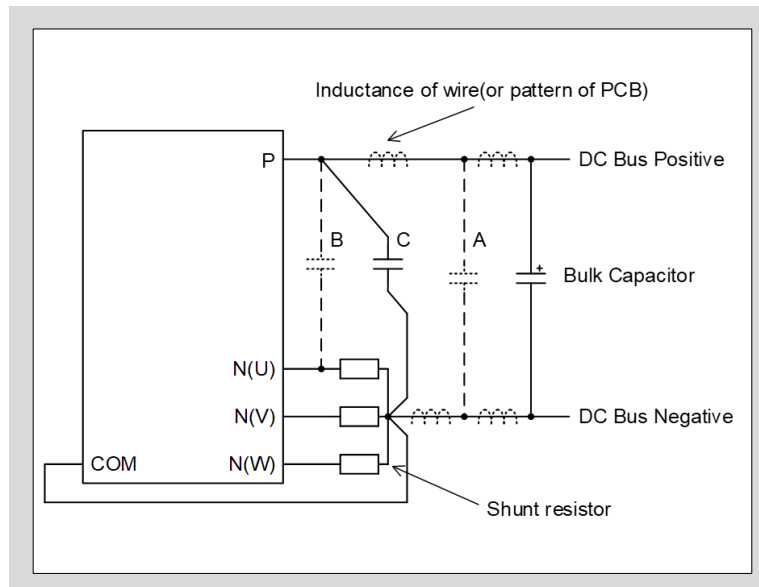

図4-1 シャント抵抗とスナバコンデンサの推奨配線
- 一般的には”C”箇所接続します。図4-1の”A”箇所にスナバコンデンサを接続すると、配線のインダクタンスを無視できないため、サージ電圧を効果的に抑制することができません。スナバコンデンサを”B”箇所に接続すると、スナバコンデンサに流れる充放電電流はシャント抵抗にも流れます。これは、電流検出信号に影響を与えるため、過電流保護レベルが設計値よりも低くなります。”B”箇所のサージ電圧抑制効果は、”A”または”C”箇所より優れていますが、電流検出精度を考慮すると”C”箇所の方が優れています。